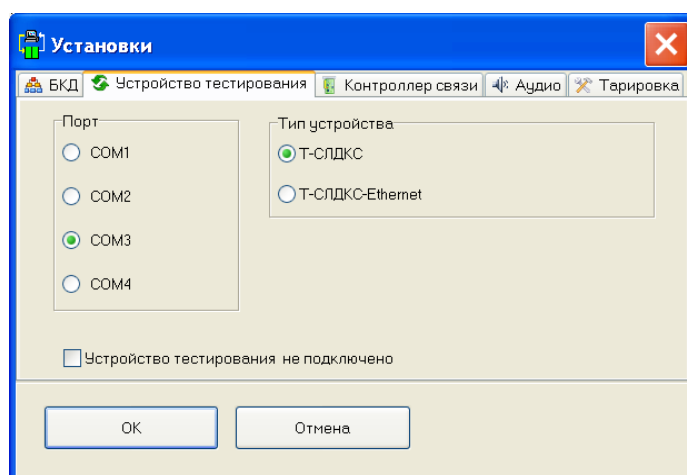

Рисунок 5 - Окно программы LTEST "Установки"
- 1.12.2 Запустить программу «LTest». В основном меню выбрать **Установки** | **Параметры программы** и в появившемся окне перейти на вкладку **Устройство тестирования** (рисунок 5). В поле **Тип устройства**, если не выбран пункт **Т-СЛДКС-Ethernet**, то необходимо его выбрать.